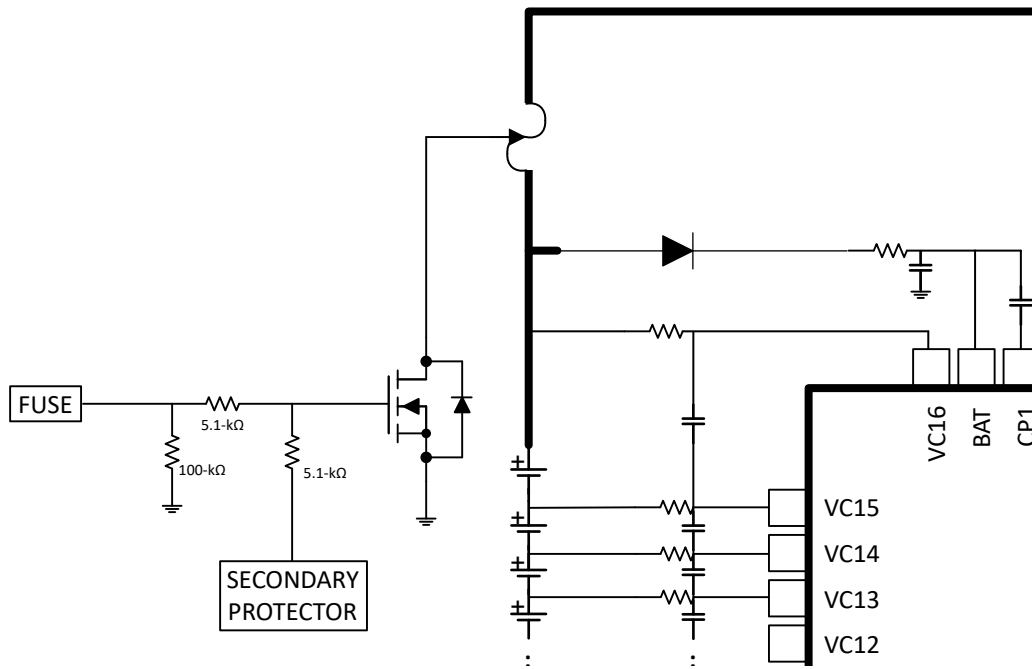

图 6-1. FUSE 引脚工作原理
BQ76952 器件上的 FUSE 引脚可用于在永久失效 (PF) 存在时熔断化学保险丝，以及检测系统中的外部二级保护器是否检测到故障并尝试熔断保险丝本身。该引脚用于驱动 NFET 的栅极，该驱动可与外部次级保护器的驱动相结合，如图 6-1 所示。当 BQ76952 器件未使 FUSE 引脚生效时，该引脚将保持高阻抗状态，并将检测次级保护器在该引脚上施加的电压。如果启用了二级保护器 PF（使用 **Settings:Permanent Failure:Enabled PF B[2LVL]** 和 **Settings:Manufacturing:Mfg Status Init[PF_EN]** 配置位），那么如果该器件在 FUSE 引脚上检测到高电平信号，则会生成一个 PF。